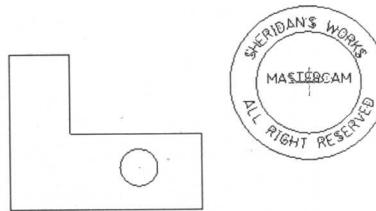

图 1-13
- 选择插入位置 ：在工作条中单击这个按钮，接着用鼠标在需要放置插入图形的位置确定放置点，如图 1-13 所示，随之，插入的图形便移动到确定的位置。